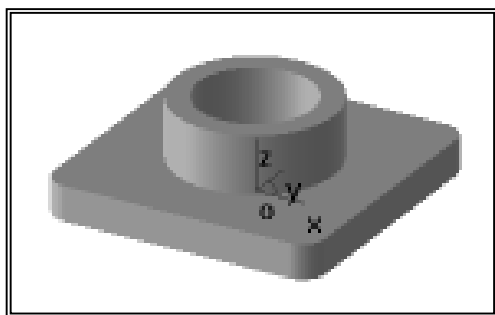

图 0-12 生成凸台特征
(3) 单击工具栏中的“拉伸增料”按钮 , 系统弹出“拉伸增料”对话框, 拾取“草图 1”为拉伸对象, 单击“深度”输入框右侧向上箭头按钮, 调整拉伸深度为 25, 单击  按钮, 生成拉伸实体特征, 如图 0-12 所示。